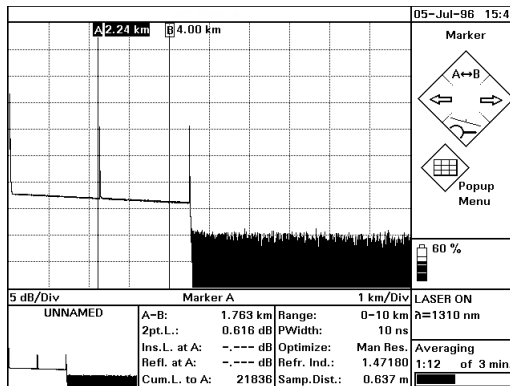

Figura 78 Test della banda morta evento: posizionamento dell'indicatore A
- 10 Attendere la riduzione della retrodiffusione (circa 10 s), quindi posizionare l'indicatore A vicino all'inizio della prima riflessione dopo la riflessione frontale. Vedere Figura 78.